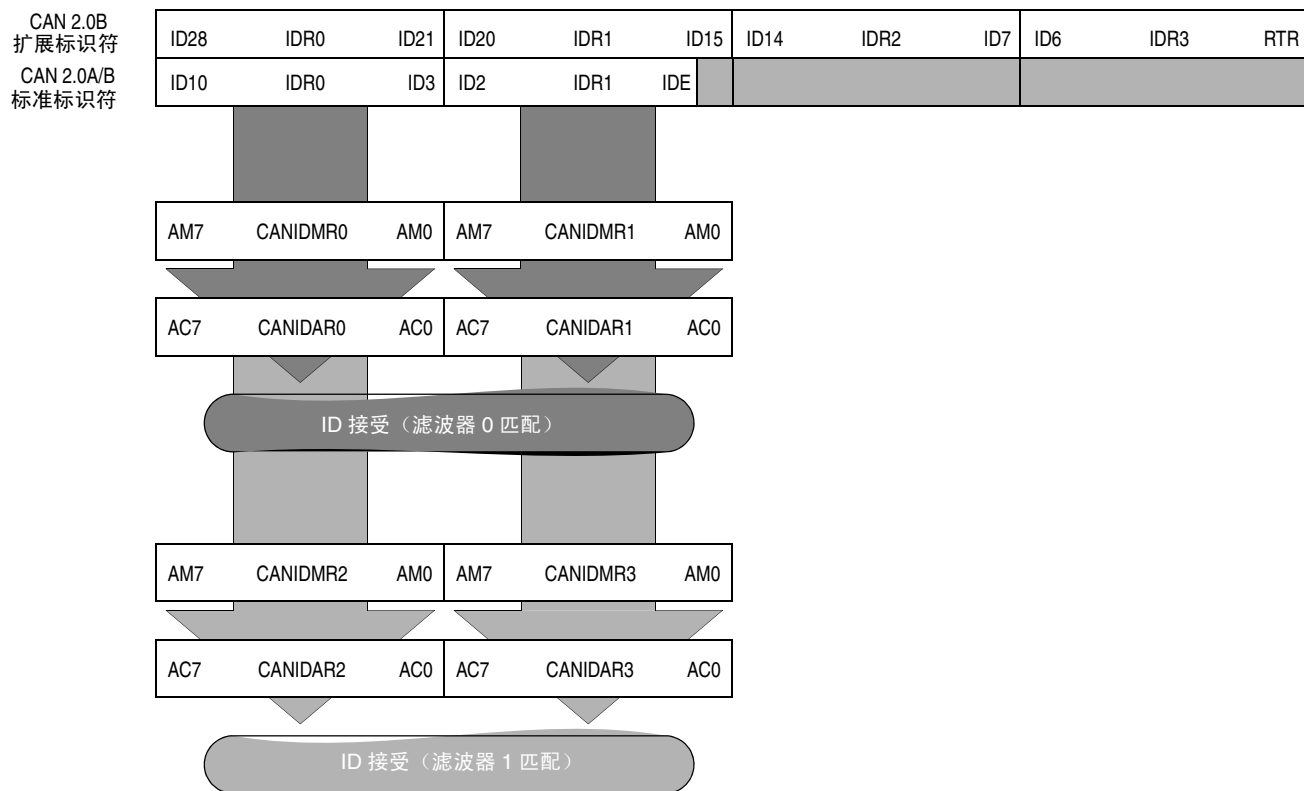

图 12-40. 16 位可屏蔽标识符接收滤波器
- b) 标准标识符的 11 位、CAN 2.0A/B 报文的 RTR 和 IDE 位。图 12-40 显示第一个 32 位滤波器页（CANIDAR0 - CANIDAR3、CANIDMR0 - 3CANIDMR）如何产生滤波器 0 和 1 匹配。同样，第二个滤波器页（CANIDAR4 - CANIDAR7、CANIDMR4 - CANIDMR7）产生滤波器 2 和 3 匹配。